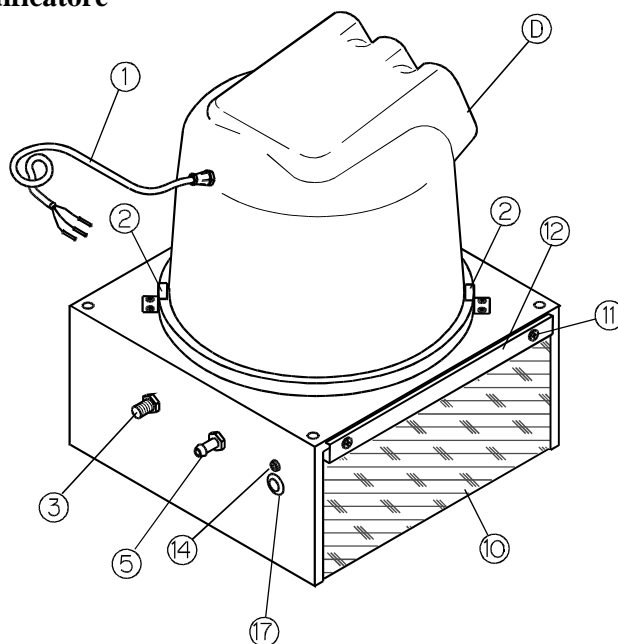

Fig. 3
A disimballaggio avvenuto occorre porre il corpo motore ventilatore sopra la rimanente base, per poter decidere poi la direzione delle bocchette di uscita dell'acqua nebulizzata. Fissare infine le squadrette di bloccaggio di sicurezza (Fig. 3).
### 3.2 Collegamenti idraulici (Fig. 3)
- Togliere le viti di fissaggio (Rif. 11 - Fig.3) del filtro dell'aria.